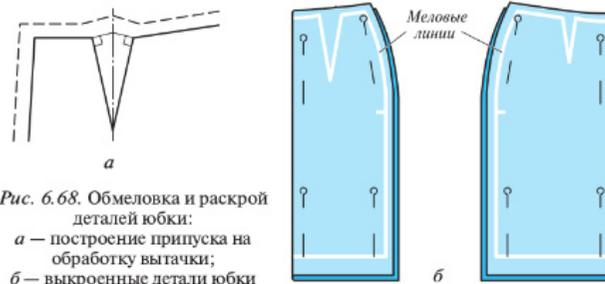

Рис. 6.68. Обмеловка и раскрой деталей юбки: а — построение припуска на обработку вытачки; б — выкраенные детали юбки
8. Аккуратно отколоть детали выкройки и сколоть два слоя ткани булавками внутри контуров деталей, что предохранит ткань от смещения при выкраивании деталей (рис. 6.68).
По окончании раскроя все выпадки ткани собирают и не выбрасывают до полного окончания работ над изделием. Выкроенные детали не следует раскалывать, так как вся разметка находится только на верхней детали и её нужно перенести на нижнюю парную деталь (рис. 6.68, б).